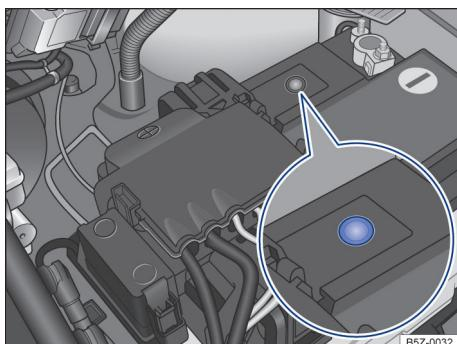

Fig. 134 No compartimento do motor: exemplo de posição do visor no lado superior da bateria do veículo.
- O visor redondo → Fig. 134 na parte superior da bateria do veículo muda de cor conforme o nível do eletrólito.